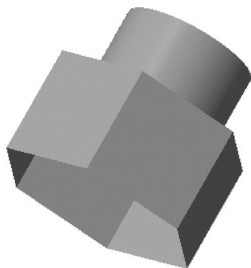

图 10-15 打开模型文件
STEP 01 单击快速访问工具栏中的“打开”按钮, 打开模型文件, 如图 10-15 所示。